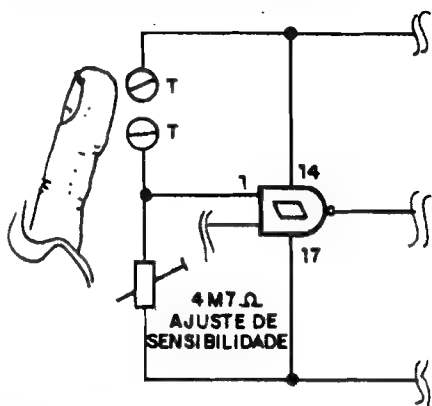

Fig.10
- **FIG. 10 - AJUSTANDO A SENSIBILIDADE...** - Um válido complemento para a Experiência, consiste na anexação de um controle de SENSIBILIDADE... Se o resistor originalmente sugerido, de 10M, for substituído por um trim-pot (ou potenciômetro...) de, digamos, 4M7, a sensibilidade da Entrada de Autorização poderá ser modificada, de modo que - por exemplo - apenas com uma considerável pressão do dedo sobre os contatos T-T o ASTÁVEL entre em funcionamento...